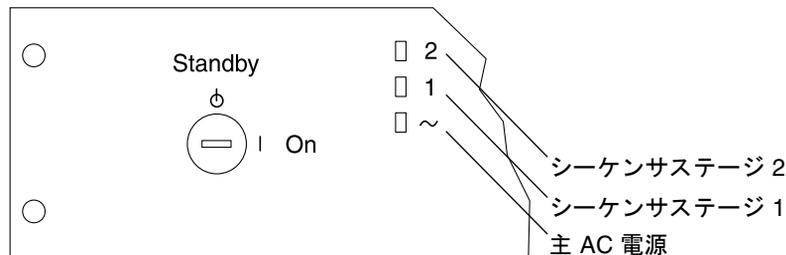

図 2-15 正面シーケンサ状態ランプ
正面シーケンサパネル上の 3 個の電源インジケータは、正面電源シーケンサの状態を示します (図 2-15)。システムに電源が入ると、主 AC 電源の発光ダイオード (LED) が点灯します。次にシーケンサステージ 1 の LED が点灯し、その後でシーケンサステージ 2 の LED が点灯します。
- a. サービスプロセッサ、Ethernet ハブ、ストレージサービスプロセッサアクセサリトレイの電源が入ったことを示す 3 つの正面シーケンサ状態ランプが点灯したことを確認します (図 2-15)。